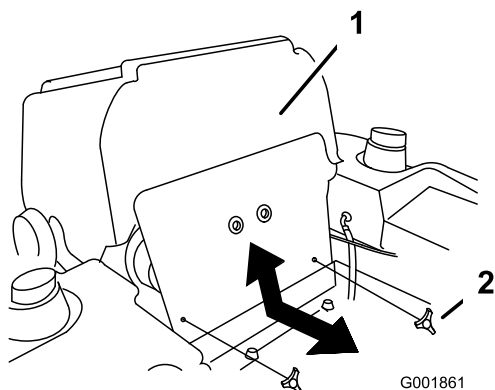

Figura 66
- Inclinate il sedile in avanti e togliete il pannello anteriore del motore (Figura 66).
- Montate il pannello anteriore del motore (Figura 66).